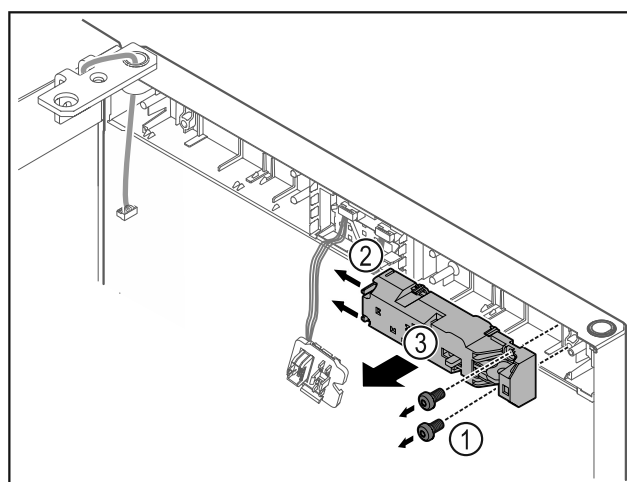

Fig. 22
- Retirer les vis Fig. 22 (1).
- Pousser les ergots sur le côté Fig. 22 (2) et retirer la serrure électrique Fig. 22 (3).